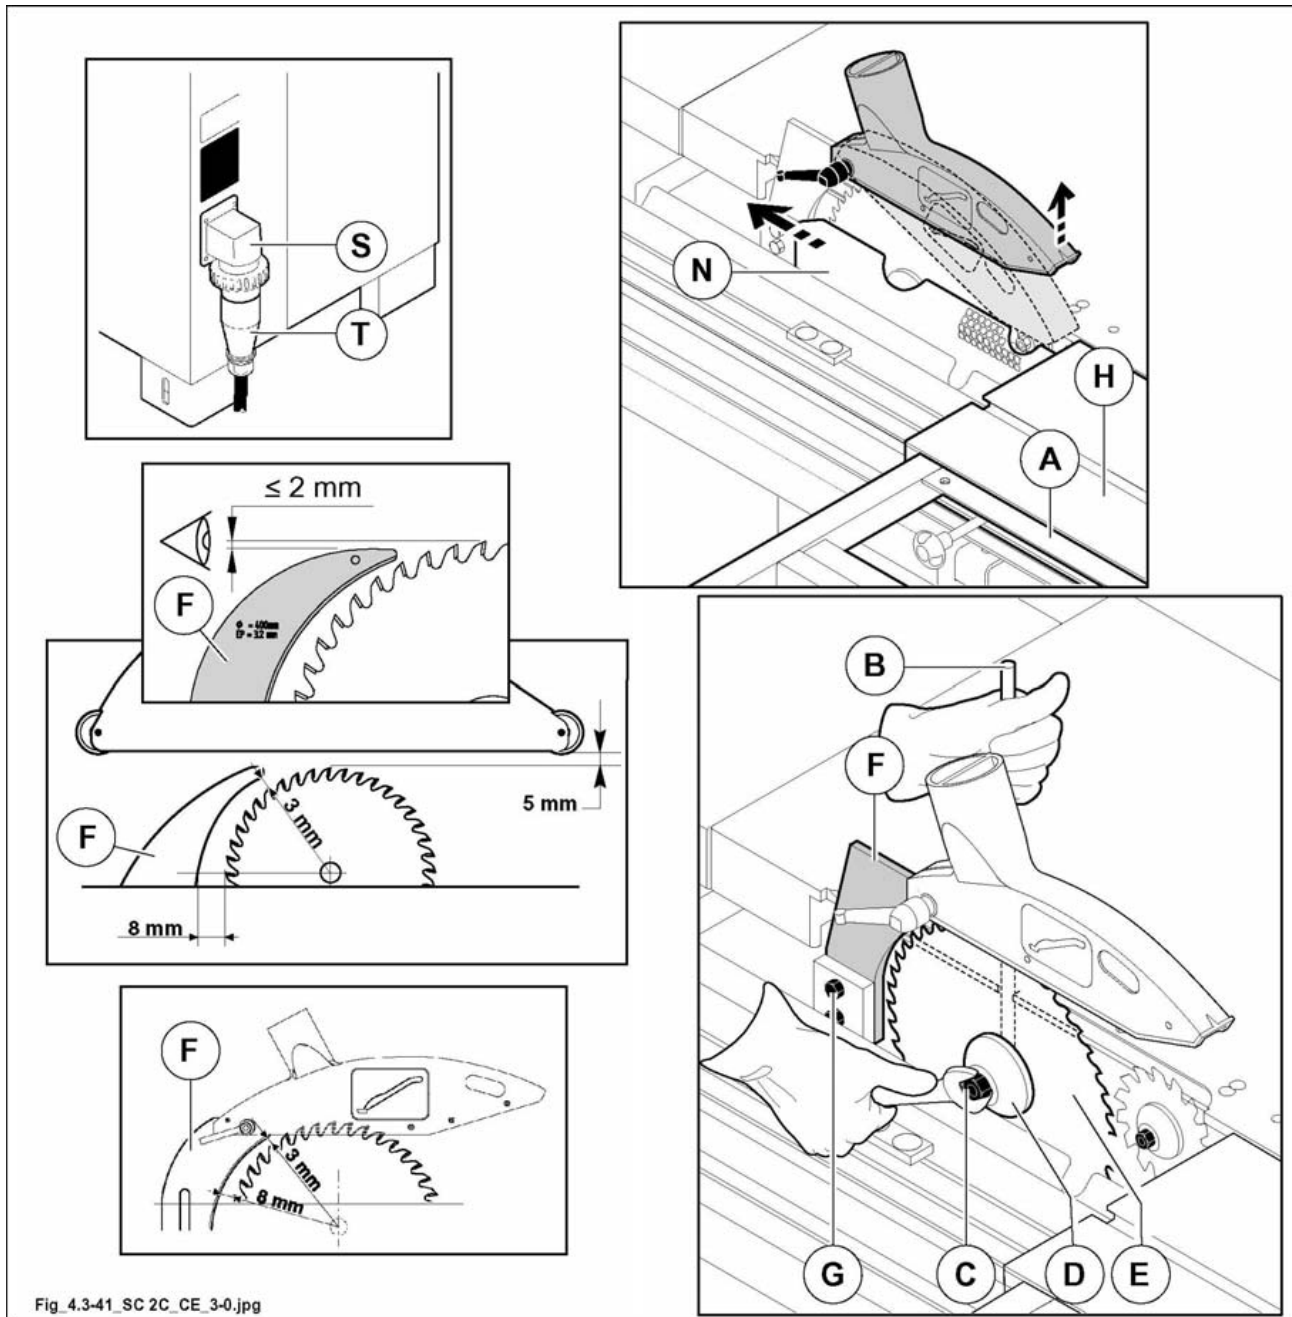

Fig. 4.3-41
- 2) Placera ramen för tvärskärning (A fig. 4.3-41) som på bilden och flytta vagnen (H fig. 4.3-41) helt till höger.
- 3) Öppna skyddet (N fig. 4.3-41).
- 4) För in stiftet (B fig. 4.3-41) i hålet på sågaxelns remskiva.
en specifik gränslägesbrytare garanterar att motorerna inte aktiveras när skyddet (N fig. 4.3-41) är öppet.
låsmuttern (C fig. 4.3-41) på sågklingan är vänstergängad; skruva medurs för att lossa den.
- 5) Lossa låsmuttern (C fig. 4.3-41) med en 24 mm insexnyckel och dra ut flänsen (D fig. 4.3-41).
- 6) Montera i ordningsföljd sågen (E fig. 4.3-41), flänsen (D fig. 4.3-41) och muttern (C fig. 4.3-41) (för att undvika eventuella vibrationer ska man noggrant rengöra flänsarna innan man monterar sågklingan).
- 7) Dra åt muttern med en 24 mm nyckel med hjälp av stiftet (B fig. 4.3-41).
- 8) Justera klyvknivens (F fig. 4.3-41) position i höjddled genom att lossa muttern (G fig. 4.3-41).
av säkerhetsskäl måste skyddet (N fig. 4.3-41), alltid stängas: